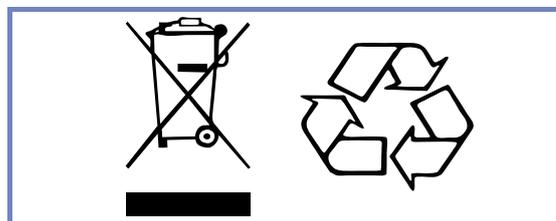

Figura 1
- Para a reciclagem e eliminação de baterias, devem ser respeitadas as regras indicadas na diretiva REEE (resíduos de equipamentos elétricos e eletrónicos), bem como as leis e os regulamentos locais. Caso contrário, as mesmas podem explodir, derramar líquido e causar danos pessoais. Quando devolver baterias, isole os seus terminais com fita adesiva. Caso contrário, a eletricidade residual das baterias usadas pode causar incêndio ou explosão. A Figura 1 a seguir mostra os símbolos para eliminação e reciclagem.